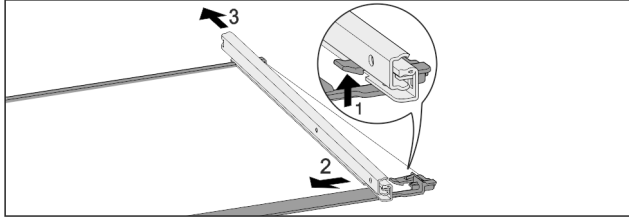

Fig. 120 Tablette en verre avec rails
- ▶ Pousser le crochet d'enclenchement avant vers le bas. Fig. 120 (1)
- ▶ Pousser le rail télescopique vers le côté Fig. 120 (2) et vers l'arrière Fig. 120 (3).